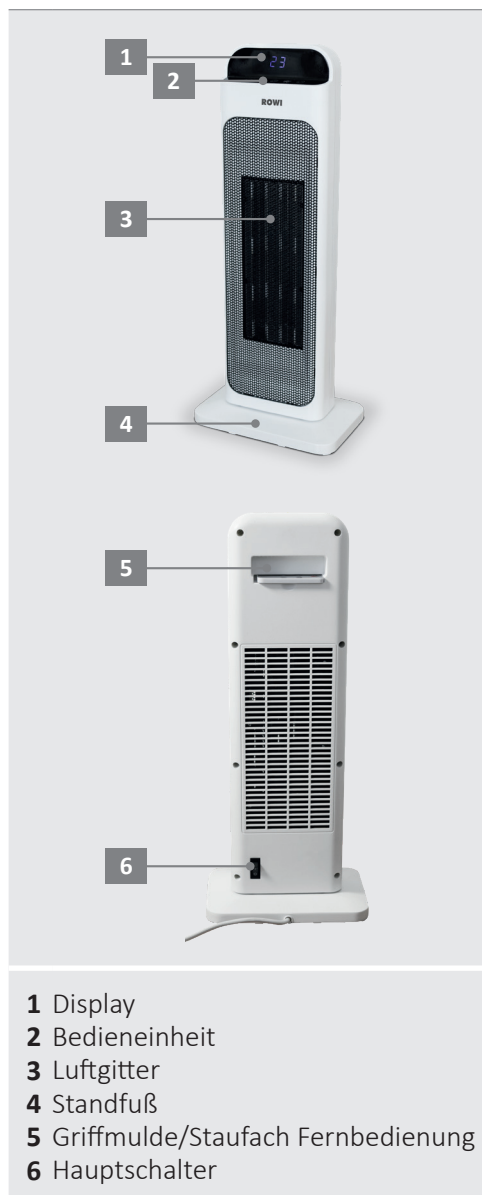

Abb.1: Geräteübersicht
1. Vergewissern Sie sich, dass der **Hauptschalter** (siehe Abb. 1, Nr. 6) auf „0“ steht. Schließen Sie dann das Keramik-Turmheizgerät an eine geerdete, durch einen FI-Schutzschalter abgesicherte Steckdose an.
Alle folgenden Einstellungen können sowohl über die Bedieneinheit (Abb. 1, Nr. 2), als auch über die mitgelieferte Fernbedienung vorgenommen werden. Lithium-Batterie ist im Lieferumfang enthalten (Typ CR2025; 3 Volt; 1 Stück)
2. Betätigen Sie anschließend den Haupt- schalter (Abb.1, Nr. 6) auf der Gerä- terückseite, um das Gerät vollständig abzuschalten.